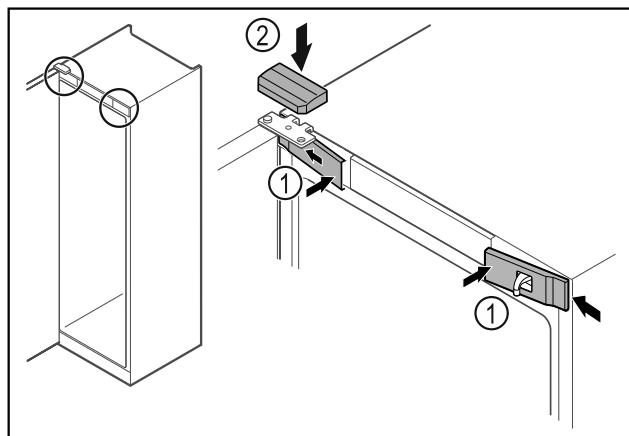

Fig. 52
- Enganchar las cubiertas delanteras *Fig. 52 (1)* lateralmente y encajarlas.
- Encagar la cubierta superior *Fig. 52 (2)* desde arriba.